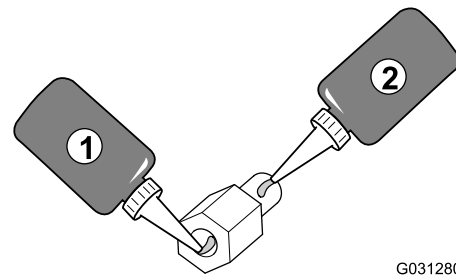

Figur 4
1. Bag på sprøjtemonitoren, med de 2 konnektorer (26 ben) justeret ned, fjernes den øverste låsemøtrik (5 mm) fra tappen på kugledrejefittingen (A i Figur 4).
3. Før afstandsstykket ind i tappen til kugledrejefittingen (B i Figur 4), og spænd det til et moment på 250 N·cm.
6. Placer hullerne i displayafdækningen, så de står ud for gevindafstandsstykkets tap (B i Figur 4).
7. Monter afdækningen på monitoren (C i Figur 4) med låsemøtrikken (5 mm), som du afmonterede i trin 1.